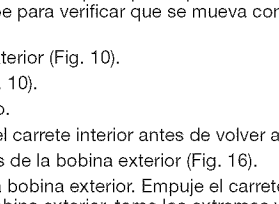

Fig. 20
- Aplice suficiente aceite limpio SAE 30 para recubrir ligeramente el filtro (Fig. 20).